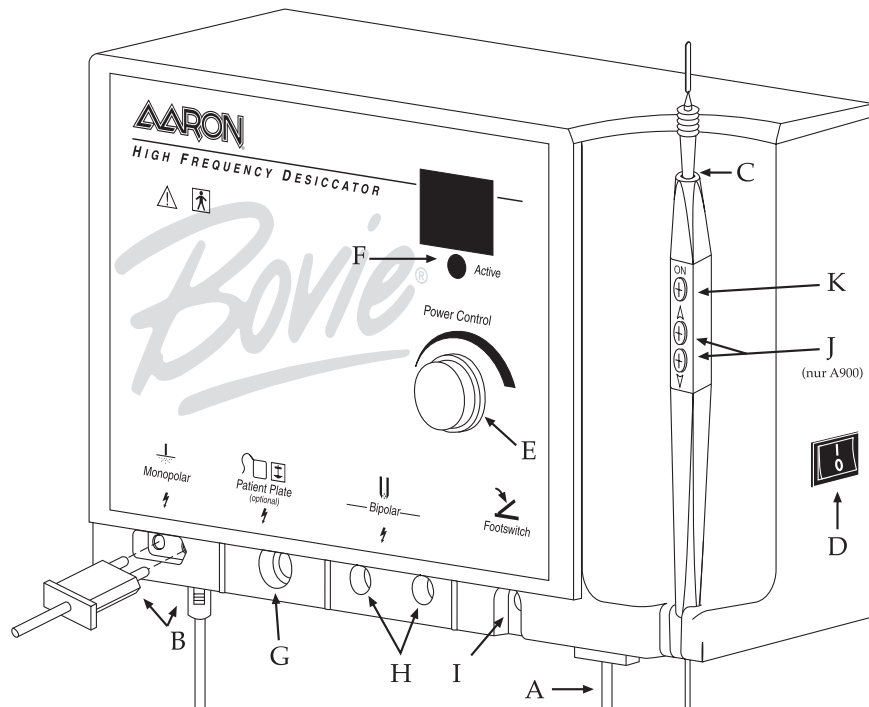

Abbildung 2
2. Die Buchse des Stromversorgungskabels in die Unterseite des Gerätes einführen (siehe Abbildung 2 - A).
4. Das Handstück mit dem einpoligen Ausgang unten links an der Vorderseite des Gerätes verbinden (siehe Abbildung 2 - B). Der Stecker passt nur in einer Richtung. Den kleineren, runden Steckverbinder des Handstücks (nur A900) in die Buchse an der Geräteunterseite einführen (siehe Abbildung 2 - B). Das Handstück besitzt drei Taster, damit der Arzt die Leistungsstufen bequem per Hand einstellen kann.
5. Die Standardelektrode in das Handstück schieben, bis sie fest sitzt (siehe Abbildung 2 - C). In das Handstück passen fast alle Standardelektroden 3/32 Zoll.
7. Die Stromversorgung mit dem Schalter an der rechten Seite des Gerätes einschalten (siehe Abbildung 2 - D).
8. Stellen Sie die Leistung entweder mit dem Wahlschalter an der Vorderseite des Gerätes ein (siehe Abb. 2, Buchstabe E), oder verwenden Sie dazu bei einem Aaron-900-Gerät die Auf- und Abwärtstasten am Handstück (siehe Abb. 2, Buchstabe J). Sobald die Leistungsstufe mit dem Handstück verändert wird, ertönt ein Signalton. Je länger die Auf- und Abwärtstaster gedrückt gehalten werden, desto schneller ändert sich die eingestellte Leistungsstufe, und die Ausgangsleistung kann schneller geändert werden. Die Ausgangsleistung wird unter 10 Watt in Schritten von „0,1“ Watt und zwischen 10 und 30 Watt in Schritten von 1 Watt angezeigt.
9. Das Handstück aus der Halterung nehmen, um das Gerät zu aktivieren. Das Handstück in die gewünschte Position bringen und den Aktivierungsschalter drücken (siehe Abbildung 2 - K). Sobald das Gerät aktiviert ist, ertönt ein Signalton, und die blaue Betriebsanzeige leuchtet (siehe Abbildung 2 - F).
10. Zur Verwendung der optionalen Erdungsplatte mit Kabel (A802EU) den Kabelstecker in den Ausgang der Erdungsplatte (siehe Abbildung 2 - G) einführen und das andere Ende mit der Erdungsplatte verbinden. Die Platte sollte so unter dem Patienten platziert werden, dass sie vollständig Kontakt mit der nackten Haut des Patienten hat. Weder Gel noch Creme auf die Platte auftragen.
11. Zur Verwendung des optionalen bipolaren Kabels (A827EU) die Stecker in die bipolaren Ausgangsleistung einführen (siehe Abbildung 2 - H). Anschließend wird das Kabel mit den bipolaren Zangen verbinden. Ein verschiebbarer Verschluss über dem einpoligen und dem bipolaren Ausgang verhindert, dass beide gleichzeitig benutzt werden.
12. Der optionale Fußschalter wird am Ausgang des Fußschalters angeschlossen und auf den Boden gestellt (siehe Abbildung 2 - I). Die Verwendung des Fußschalters ist bei einpoligen Verfahren optional, bei bipolaren Verfahren obligatorisch.